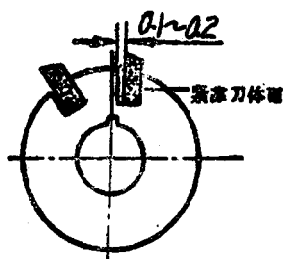

图 3
3. 在多刃刀具的刀体上焊接刀片时，在刀片槽内装好刀片，而刀片与刀片槽的間隙应为0.1~0.2公厘，不宜过紧，否則会影响刀体在焊后开裂；但也不宜过松，否則刀片易于滑出焊不好（如图3）。